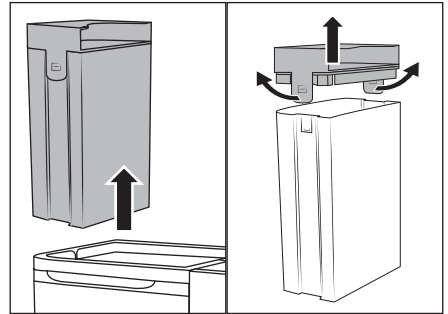

Fig. 5
(1) Versez uniquement de l'eau du robinet froide à tiède ou de l'eau distillée dans le réservoir d'eau propre 2. N'utilisez pas d'eau bouillante. (2) N'utilisez jamais l'appareil sans eau dans le réservoir d'eau propre 2.
(3) Utilisez uniquement des produits de lavage pour tissus d'ameublement non moussants ou le **nettoyant vinaigre LIDL W5**. D'autres produits de nettoyage peuvent entraîner des dommages sur l'appareil. Nous recommandons d'ajouter trois cuillères à soupe de **nettoyant vinaigre LIDL W5** par remplissage complet (1,7 litre) du réservoir d'eau propre 2. Si nécessaire, augmentez la part de nettoyant vinaigre petit à petit pour obtenir le résultat souhaité.
- ◆ Saisissez le réservoir d'eau propre 2 au niveau de la poignée du couvercle 1 et sortez-le de l'appareil en tirant vers le haut (voir fig. 5).
- ◆ Tirez légèrement les deux languettes de retenue vers l'extérieur et retirez le couvercle 1 (voir fig. 5).